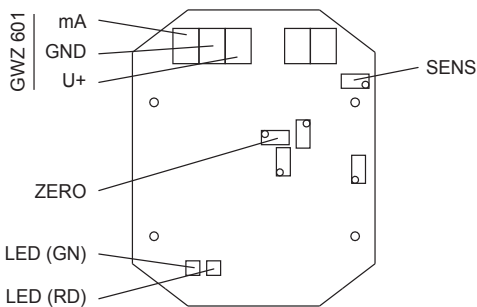

Abb. 13.1: Messwertgeber Platine
Sollten die Werte nach Austausch des Sensors nicht 0.00 ppm anzeigen, ist der Messwertgeber zu justieren. So wird sichergestellt, dass der Messwertgeber ein 4 mA-Signal ausgibt, wenn die zu messende Luft kein Messgas enthält. Die Justage erfolgt durch Potenziometer, die sich auf der Sensorplatte im Gehäuse befinden (siehe Abb. 13.1 in Kapitel 13). Das Potenziometer zur Einstellung des Nullpunkts ist mit „Zero“, das zur Einstellung der Empfindlichkeit mit „Sens“ beschriftet. Die anderen Potenziometer sind im Werk eingestellt und versiegelt worden. Sie dürfen nicht verstellt werden.
*) siehe Abb. 13.1